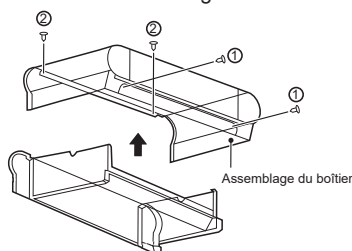

Figure 4-6 Retrait du boîtier
- Comme illustré à la Figure 4-6, retirez les vis ① \*2 et ② \*2, puis le boîtier.